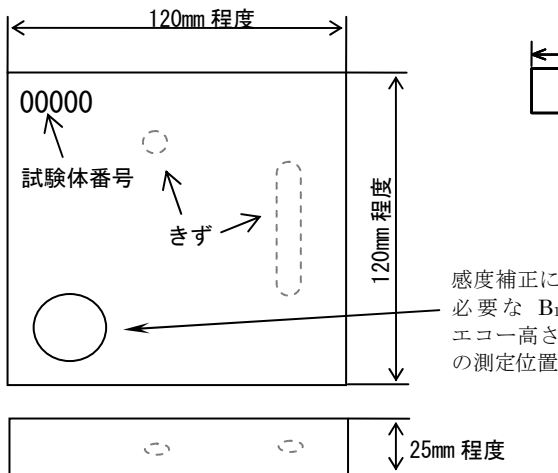

図 1 垂直試験体の例
##### ① 垂直探傷試験 (板材; 図 1 参照) 【15 分】